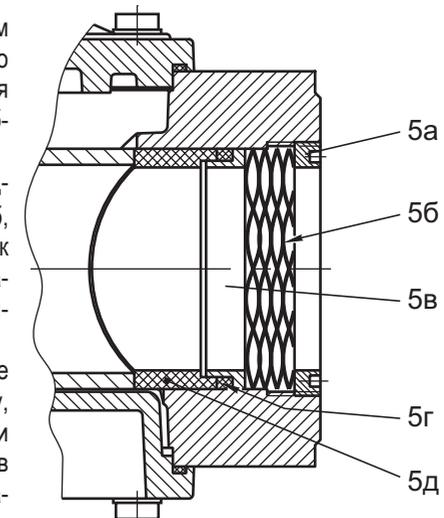

Рис. 4
4.4.3 Регулировка пропуска газа (рис. 4).